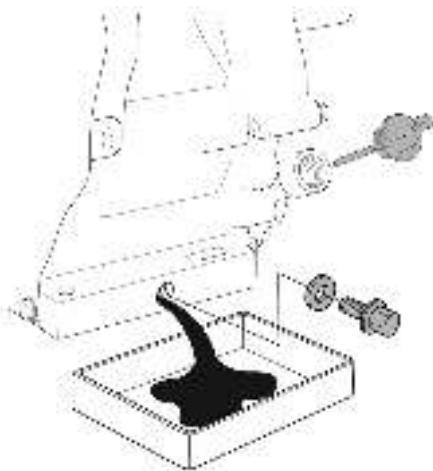

Рис. 13 Замена масла в двигателе
(1) Техническое обслуживание должно осуществляться более часто, при работе в пыльных условиях.
(2) Эти работы должны выполняться только в авторизованном сервисном центре.
- Очистите от загрязнений крышку-щуп и зону вокруг маслозаливной горловины. Извлеките крышку-щуп из маслозаливной горловины (Рис. 13) и протрите щуп чистой ветошью.
- Открутите пробку для слива масла и спейте отработанное масло в подготовленную для этого емкость (Рис. 13).